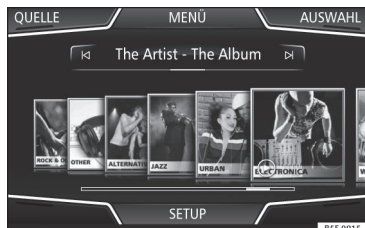

Abb. 172 Auswahl nach Cover.
Beim Antippen des aktuellen Covers » Abb. 171 ① werden alle Albencover angezeigt, die in der aktiven Medienquelle zur Verfügung stehen » Abb. 172.